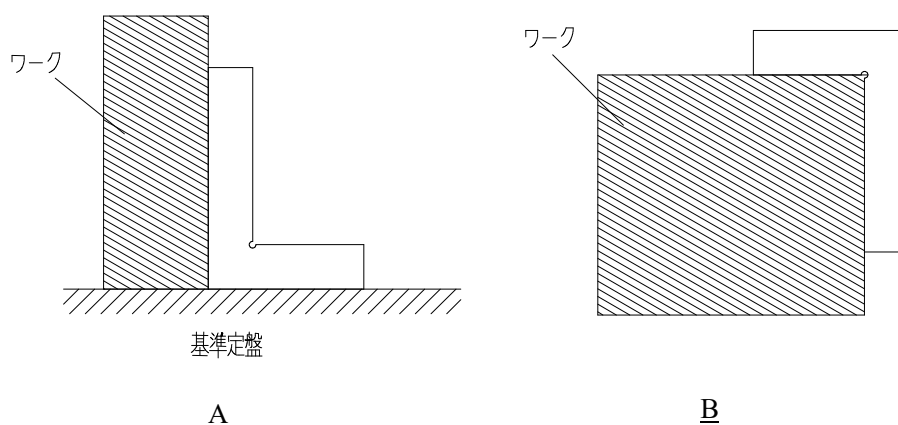

図 2. 直角定規の使用法
- 1) 図 2.A のように、基準定盤などの上に直角定規を立て、使用面をワークに当てて測定します。このとき、直角定規とワークの間にできる隙間を、光の通過量やシックネスゲージなどを用いて確認します。
- 2) 図 2.B のように、ワークに対して直角定規の側面を当てて直角を測定する方法です。